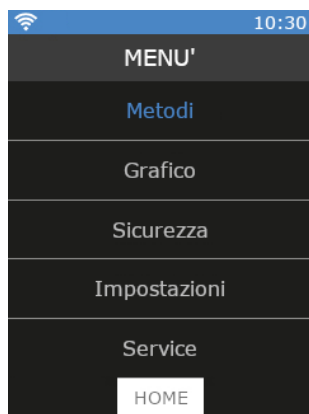

Figura 22. Menu OHS 200 Advance
- Il display visualizza Figura 22.